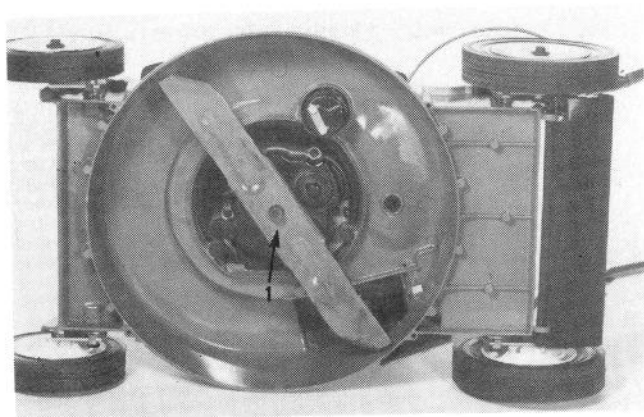

Figure 36
4. Saisissez le bout de la lame en vous servant d'un chiffon ou d'un gant bien rembourré. Enlevez la vis à tête, la rondelle de blocage et la lame (Fig. 36).
3. Inclinez la tondeuse sur son côté droit (Fig. 36), qui est le côté opposé de la bougie, et laissez-la dans cette position pendant quelque temps seulement. Évitez de faire tourner la lame lorsque la tondeuse est inclinée car ceci pourrait provoquer des difficultés de démarrage.